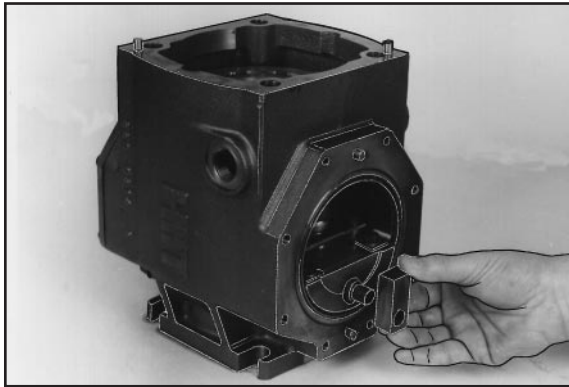

Fig. 23
- 5.5.5 - Estrarre la guida per pistone (17) del piatto oscillante (fig. 23), ed il perno (18).
- 5.5.5 Remove the piston slide (17) of the swash plate (fig. 23), and pivot (18).
- 5.5.15 - Per rimontare il tutto procedere in modo inverso seguendo i punti 5.5.12 a 5.5.3: rimontare prima il coperchio/servocomando (4) con lo snodo (17) (fig. 23) poi montare il coperchio inferiore (6) completo di sezione premi-piatto oscillante (35) (fig. 25).
- 5.5.15 - Re-assemble all components following instructions from 5.5.12 to 5.5.3: first re-assemble servocontrol cover (4) with joint (17) (fig. 23) then assemble bottom cover (6) with shoe - pushing plate (35) (fig. 25).